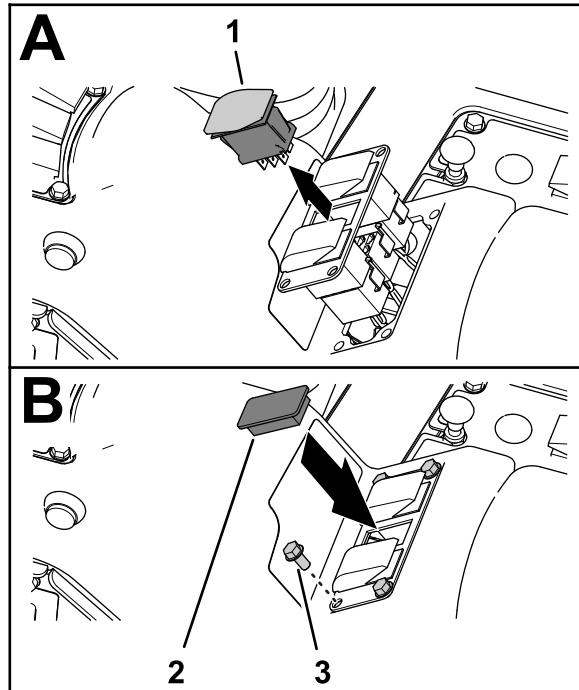

图34
5. 使用在步骤 1 中卸下的 4 个凸缘头螺丝 $\frac{1}{4} \times \frac{1}{2}$ 英寸将 3 开关面板组装到控制台上 图34。